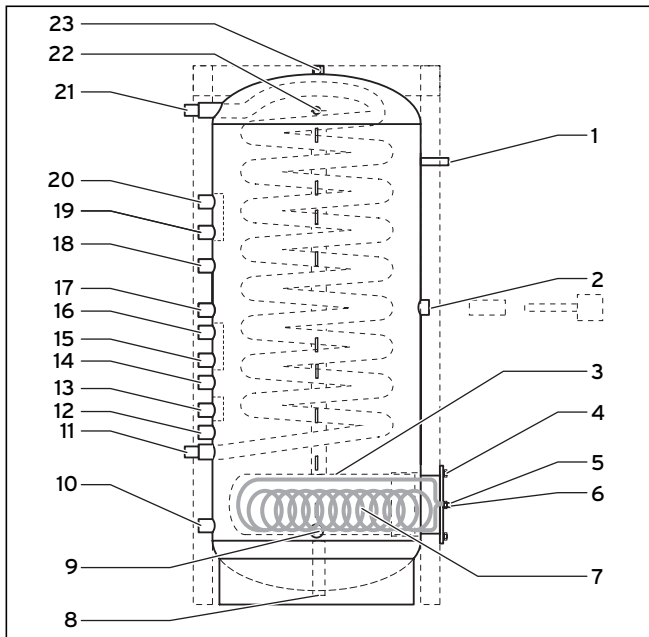

Abb. 2.4 Anschlüsse Verrohrung, Ansicht von links
**Die Anschlüsse des Speichers sind teilweise mit Einströmdämpfern versehen, so dass beim Einströmen des Wassers aus den Wärmequellenkreisen die Wärmeschichtung im Speicher nicht beeinflusst wird. Deshalb ist es wichtig, dass Sie die hier gezeigten Anschlussvorgaben (siehe Abb. 2.4) genau einhalten.**
Legende zu Abb. 2.4: